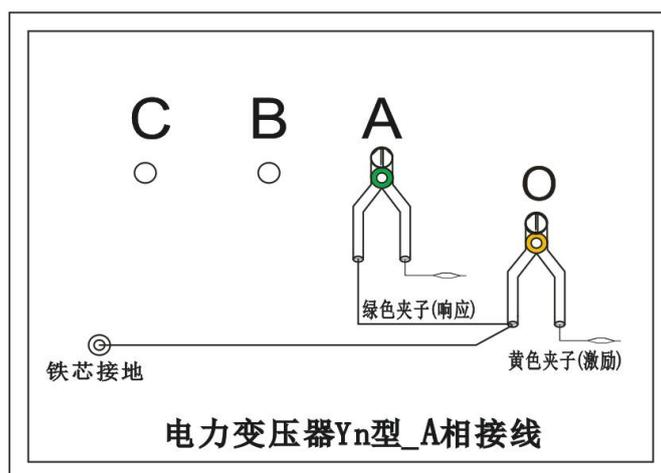

图 4
2.1.4 以上接线完成对三相 Yn 形的 A 相测量接线，如图 4。